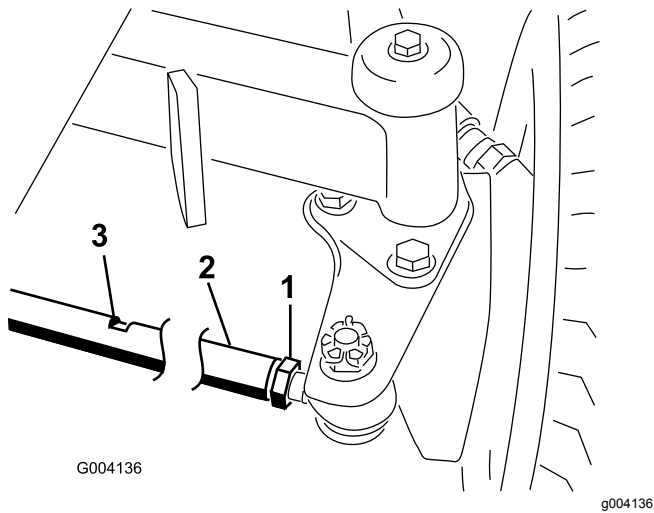

Figura 55
- Afloje las contratuercas de ambos extremos del tirante (Figura 55).